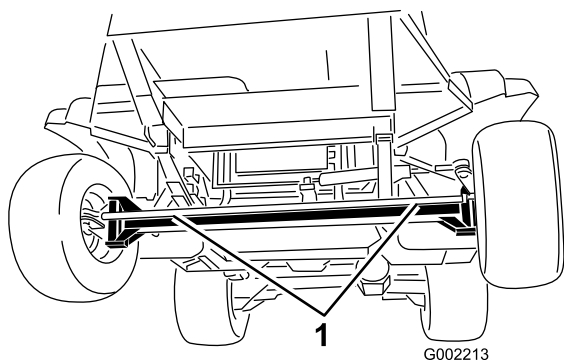
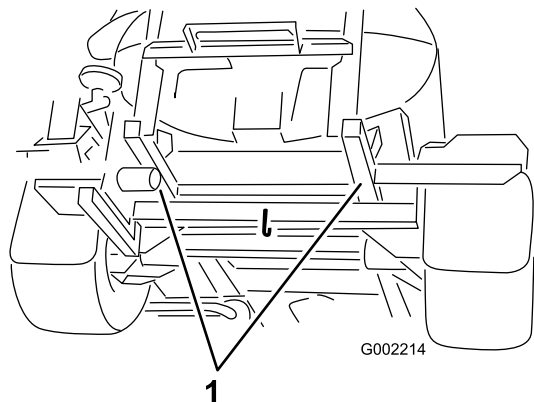

图 61
图 62
4. 将拖绳系在机架上请参照前、后拖曳点 图 61 和 图 62。